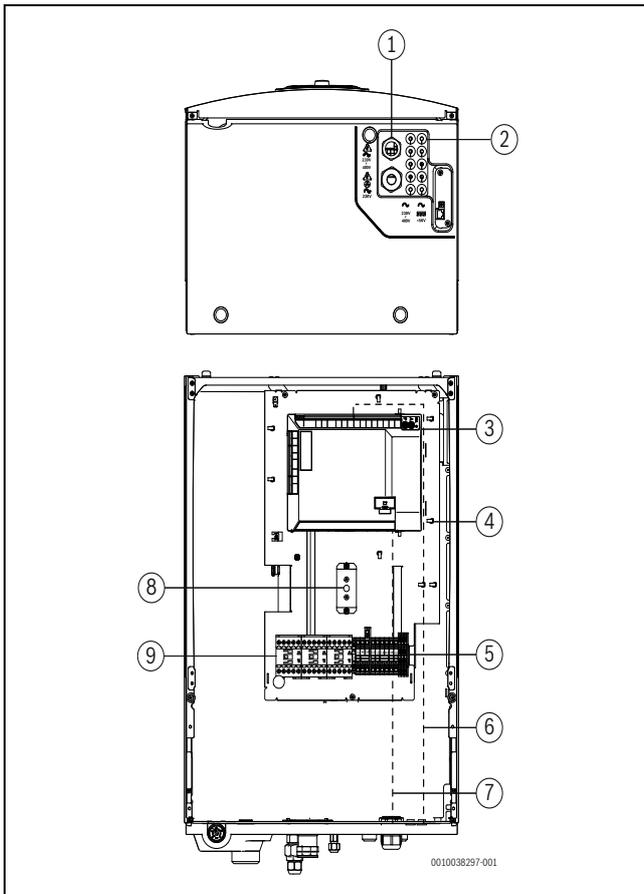

Bild 10 Kabeldurchführungen (Ansicht von unten und vorn)
- ▶ Führen Sie die CAN-BUS-Fühler und anderen Signalleitungen durch die entsprechenden Kabelzuführungen, gekennzeichnet mit <math>< 50\text{ V}</math>. Führen Sie die Kabel bis zur Vorderseite des Geräts durch und schließen Sie sie an, siehe Abb. 10.